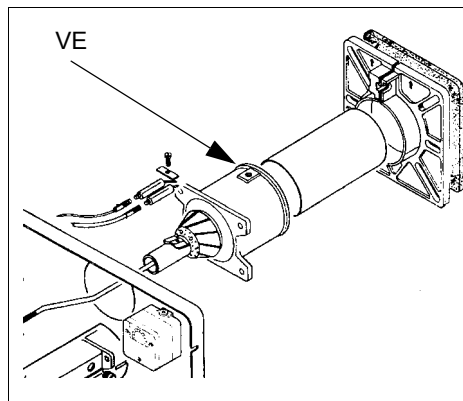

Рис. 24b
- Демонтируйте, проверьте и очистите головку сгорания (см. Рис. 24а, Рис. 24b, Рис. 24с);
##### Тип S3 (Рис. 24а) и S5 (Рис. 24b)